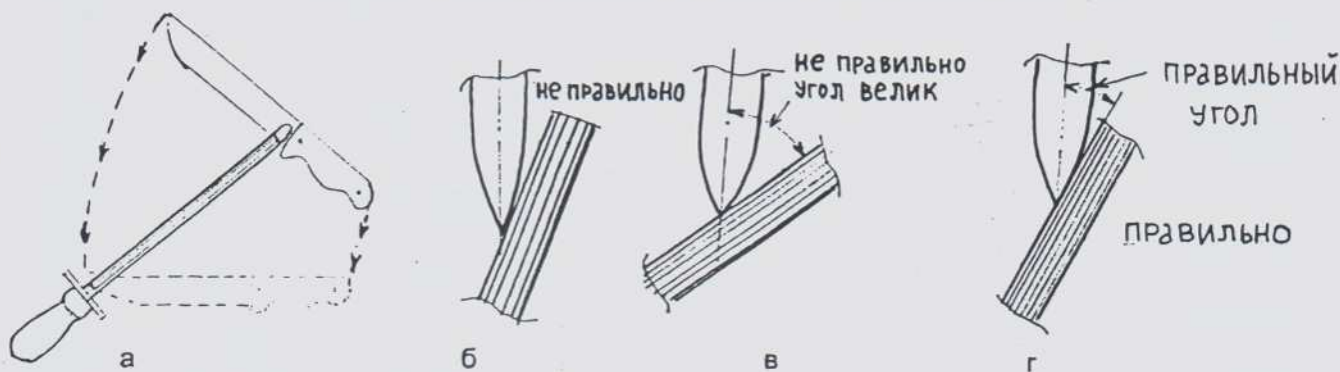

Рис.5
3.1 Точильное движение клинка должно начинаться от рукоятки ножа, у конца стержня мусата, и проходить по большой дуге, при лёгком нажиме так, чтобы оно (движение) заканчивалось концом клинка вблизи упора рукоятки мусата (см. рис.5 а).
3.2 Лезвие ножа должно находиться под углом к поверхности стержня мусата как указано на рис. 5 г.